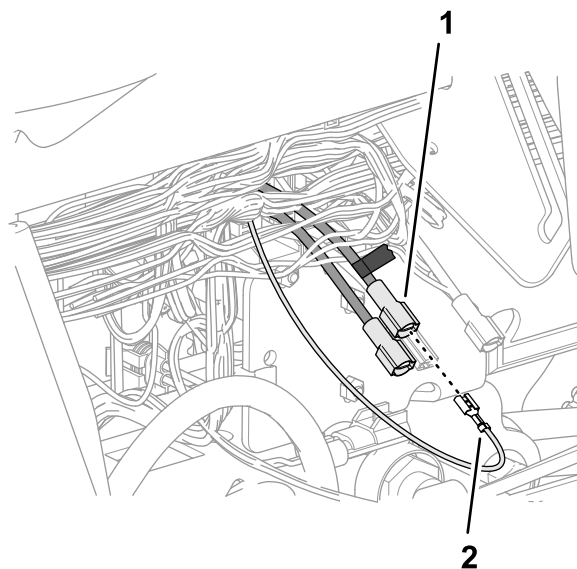

Рисунок 189
5. Вставьте плоский разъем, отмеченный при выполнении пункта 4, в гнездовой разъем в конце розового провода 51 мм жгута проводов из комплекта (Рисунок 189).